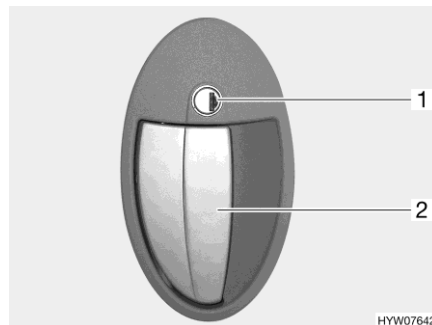

Bild 16 Türschloss (Eingangstür außen)
- Schlüssel in Schließzylinder (Bild 16,1) stecken und im Uhrzeigersinn drehen, bis das Türschloss entriegelt ist.
- Am Türgriff (Bild 16,2) ziehen. Die Tür ist geöffnet.
- Schlüssel in Schließzylinder (Bild 16,1) stecken und entgegen dem Uhrzeigersinn drehen, bis das Türschloss verriegelt ist.